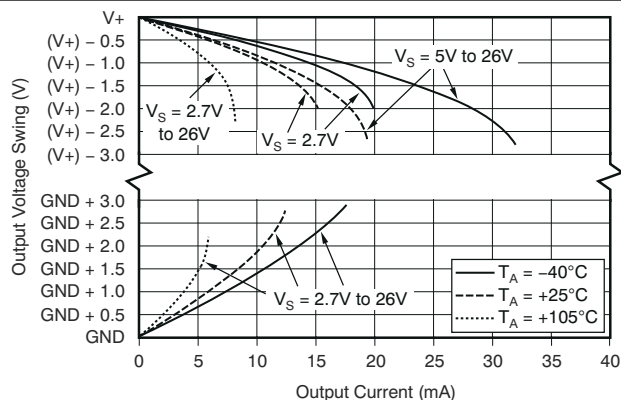

図 6-6. 出力電圧スイングと出力電流との関係
- (1) RTI = 入力換算。
(2) 「代表的特性」の「出力電圧スイングと出力電流との関係」の曲線を参照してください (図 6-6)。